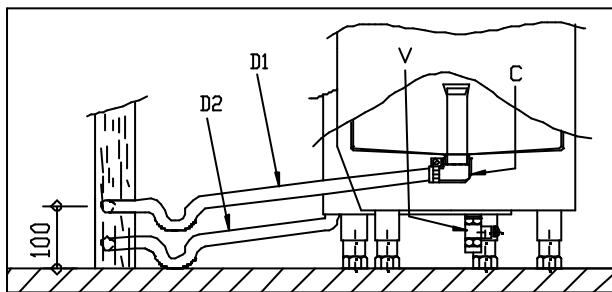

Fig. 5
- Fijar las 2 mangueras de desagüe (D) como se indica en la Fig.5, con un sifón para evitar malos olores.